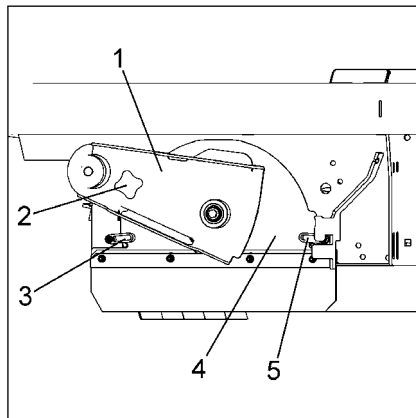

Abb.15
- Kreuzgriff (Abb.15/2) lösen und entfernen.
- Kehrwalzenaufnahme (Abb.15/1) abnehmen.
- Knebel (Abb.15/3 und 5) zur Entriegelung nach oben drehen.
- Platte mit Dichtleiste (Abb.15/4) abnehmen.